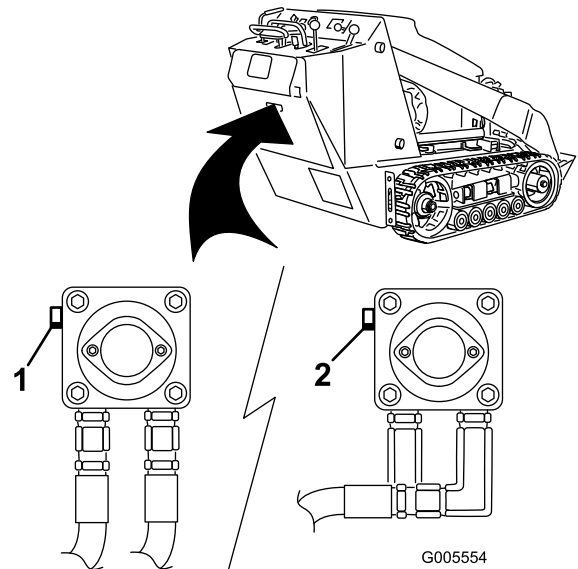

Figure 16
3. À l'aide d'une clé, donnez deux tours dans le sens anti-horaire aux vannes de remorquage situées sur les pompes hydrauliques (Figure 16).